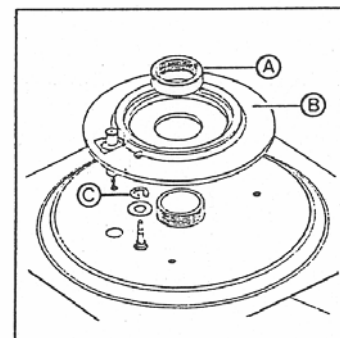

Abb. 3
- Unter Benutzung des entsprechenden, mitgelieferten Werkzeugs die Gewinderinge "A" (Abb. 3), die die Brenner an dem Kochfeld befestigen, losschrauben.